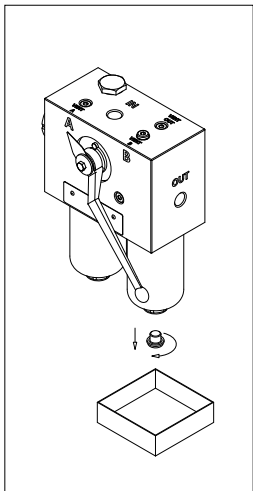

fig. 24
- (Fig. 24) Svitare il tappo di drenaggio predisponendo un recipiente per la raccolta del fluido di lavoro